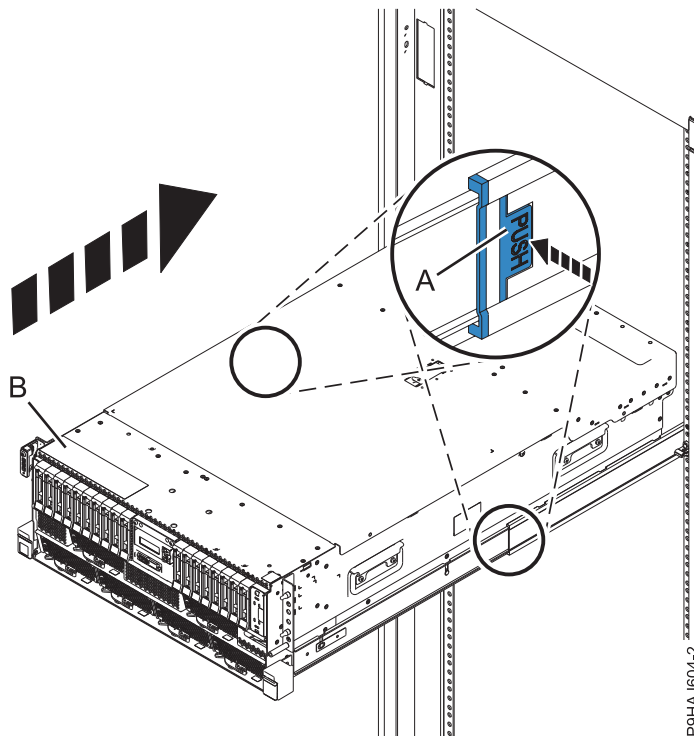

Figure 39. Mise en position de fonctionnement du système
2. Pour un système monté en armoire, déverrouillez les loquets de sécurité bleus (**A**) en les poussant vers l'intérieur, comme illustré dans la figure 39. Assurez-vous que les bras de routage des câbles peuvent bouger librement. Veillez à ne pas bloquer ou plier les câbles situés à l'arrière de l'unité centrale quand vous poussez celle-ci en position de fonctionnement.